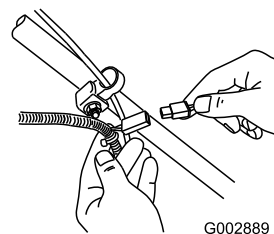

Figure 28
1. Branchez le chargeur au faisceau de câblage de la tondeuse situé sous la clé de contact (Figure 28).